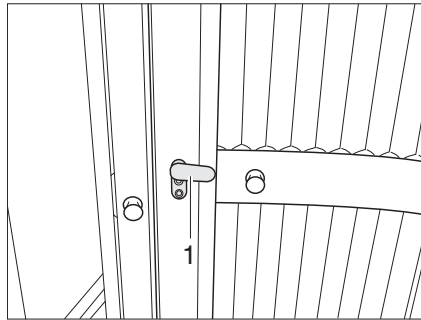

Fig. 232 Inodoro Vario, puerta del lavabo
- Colocar el pestillo (Fig. 232,1) de la puerta del lavabo en posición vertical y extender la parte interior de la puerta.
- Girar la parte interior hacia la puerta de entrada del lavabo y, para cerrar, colocar el pestillo (Fig. 232,1) en posición horizontal.